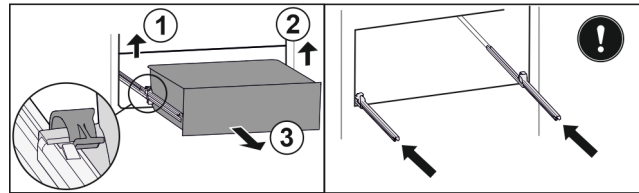

Fig. 162
- ▶ Linke Klemme anheben und gleichzeitig Schubfach links nach vorne ziehen. Fig. 162 (1)
- ▶ Rechte Klemme anheben und gleichzeitig Schubfach rechts nach vorne ziehen. Fig. 162 (2)
- ▶ Schubfach nach vorne entnehmen. Fig. 162 (3)